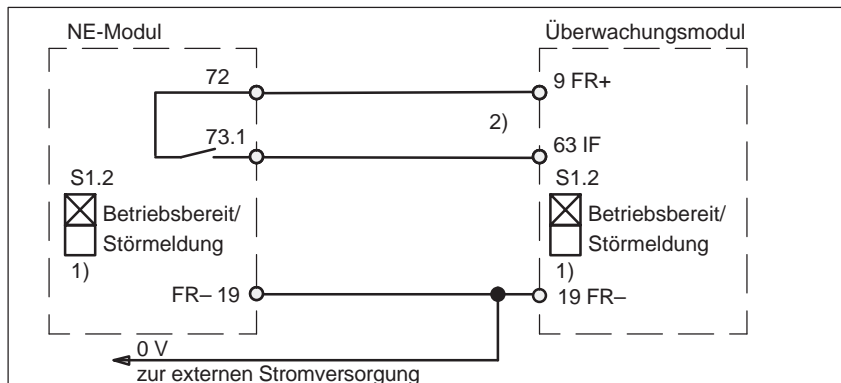

Bild 8-5 Unverzögerte Abschaltung Impulsfreigabe
- Unverzögerte Abschaltung Impulsfreigabe —> siehe Bild 8-5